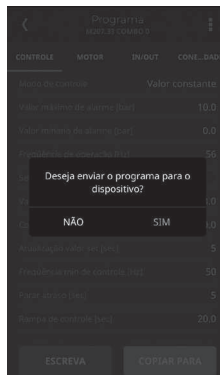

Figura 20 - Tela de Confirmação
11. Ao pressionar a tecla **ESCREVA**, aparecerá uma mensagem para confirmação. Clique em **SIM** para prosseguir, conforme Figura 20.